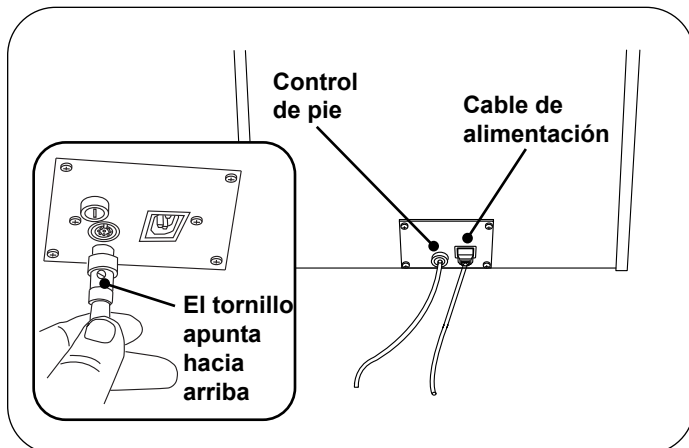
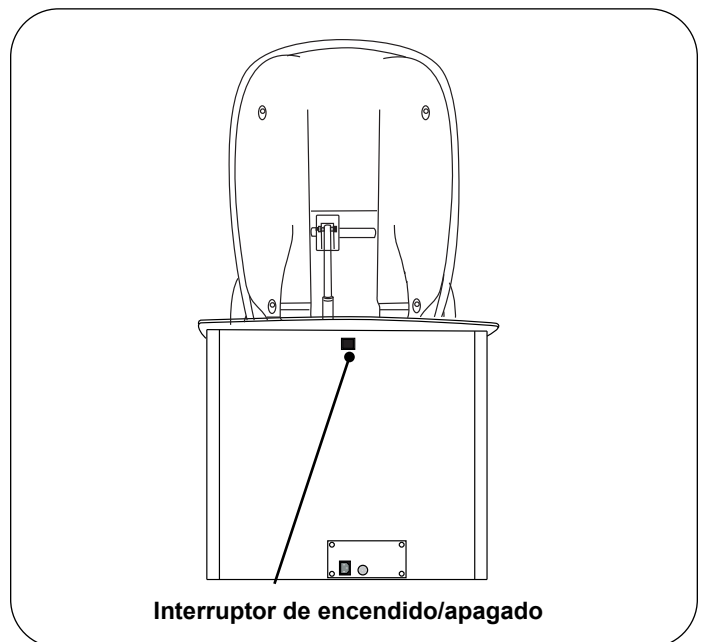

Figura 8. Conexiones del cable de alimentación y el control de pie
Figura 9. Interruptor de encendido/apagado del control de pie
10. Inserte el cable del control de pie en el tomacorriente en la parte inferior del panel trasero (Figura 8). Asegúrese de que los pasadores estén correctamente orientados y el enchufe esté completamente insertado. Gire el anillo de bloqueo hacia la derecha para fijar el enchufe en la mesa.
12. Enchufe el extremo hembra del cable de alimentación en el tomacorriente en la parte inferior del panel trasero (Figura 8). Enchufe el extremo macho del cable de alimentación en un tomacorriente de 115 V o 230 V con conexión a tierra, dependiendo de la configuración. Asegúrese de que el interruptor de encendido/apagado del control de pie negro en la parte trasera de la mesa esté encendido (Figura 9).